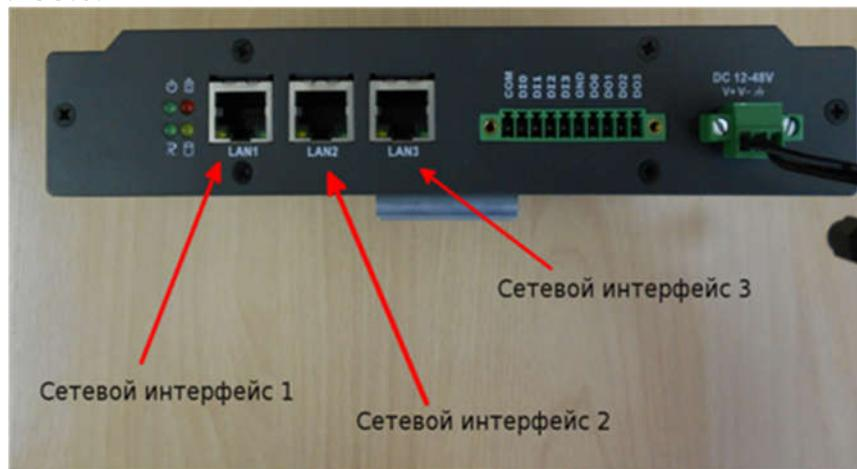

Рисунок 4
- Подключить микроЭВМ и ПЭВМ в одну сеть Ethernet. На ПЭВМ установить на сетевом интерфейсе IP адрес 192.168.4.1 и маску сети 255.255.1.0. На микроЭВМ использовать сетевой интерфейс 2 (см. рисунок 4). После перезагрузки с заводскими настройками сетевой интерфейс 2 получит ip-адрес 192.168.4.127. Все сетевые интерфейсы получают одинаковую маску подсети 255.255.255.0.